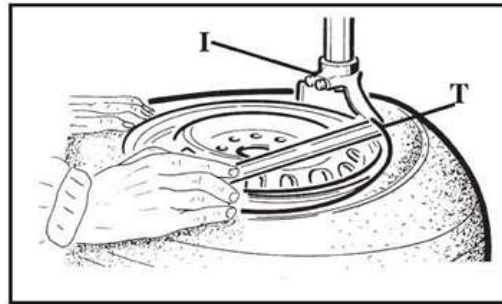

Fig. 4-4
- Avec le levier (T) inséré entre le talon et la partie avant de la tête de montage, déplacer le talon du pneu sur la tête de montage avec le levier (T) (voir Fig. 4-4).